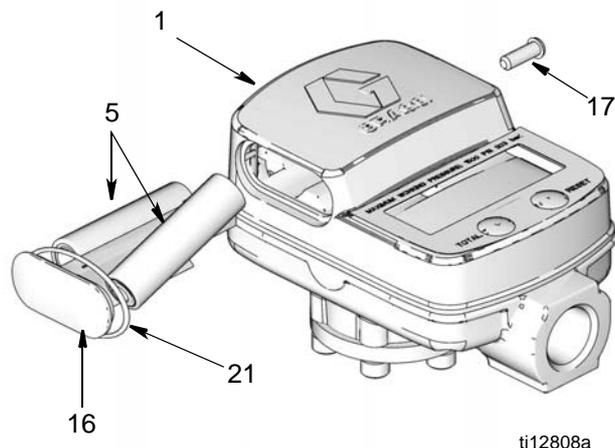

ABB. 13 Batteriefachdeckel abnehmen
Soweit nicht anders angegeben, beziehen sich die in den folgenden Anweisungen verwendeten Positionszahlen auf ABB. 13.
5. Den Batteriefachdeckel (16) im Messgerätegehäuse (1) anbringen. Die Schraube (17) wieder einsetzen. Darauf achten, dass sich die Dichtung (21) an ihrem Platz zwischen Gehäuse und Deckel befindet (siehe ABB. 13). Die Schraube (17) mit einem Schraubendreher handfest anziehen.